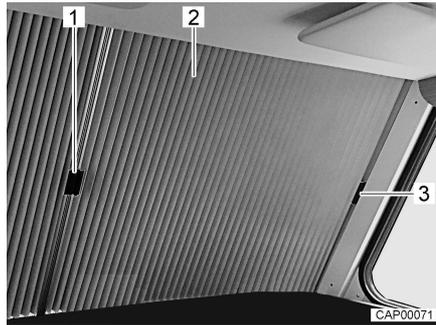

Fig. 24 Dispositif occultant plissé pour pare-brise (fermé)
- Tirer avec précaution les deux moitiés du dispositif occultant plissé (Fig. 24,2) par leur poignée respective (Fig. 24,1) vers le milieu du pare-brise jusqu'à ce que la fermeture magnétique maintienne le dispositif occultant plissé fermé.
- Pousser les deux moitiés du dispositif occultant plissé (Fig. 24,2) par leur poignée respective (Fig. 24,1) vers l'extérieur sous le cache sur le montant A.
- Fixer la poignée sur le cache (Fig. 24,3).